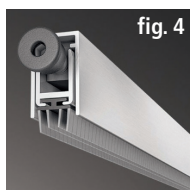

fig. 4
- presenza della guarnizione sottoporta automatica a seconda del tipo di Combo (fig. 4)